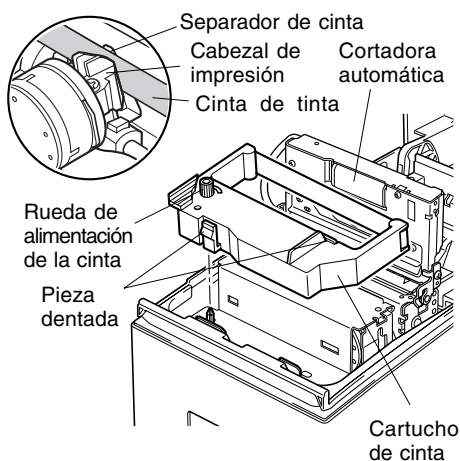

Fig. 5-10 Carga del cartucho de cinta
- 4 Coloque el cartucho de cinta en la dirección indicada en la Fig. 5-10 y presiónelo para cargarlo. Si el cartucho de cinta no ha quedado cargado, presione el cartucho a la vez que gira la rueda de alimentación de la cinta en la dirección de la flecha.